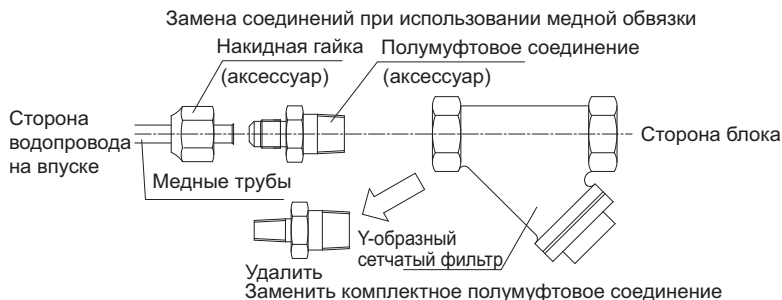

Рис. 9
- При использовании медных труб для водопроводных соединений, замените комплектные полумуфтовые соединения. (См. Рис. 9)